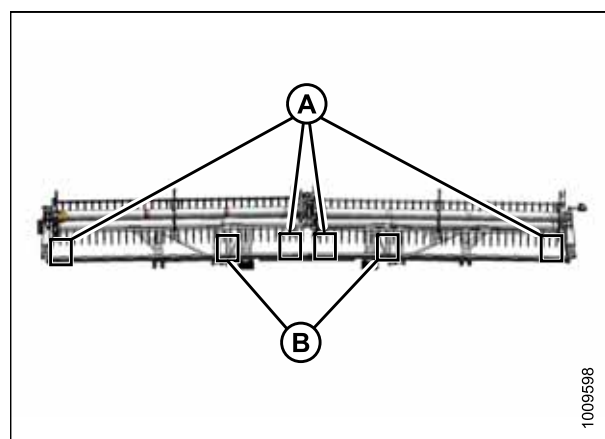

Abbildung 5.218: Messstellen
8. An den Seitenenden jeder Haspel (A) und an den Knickpunkten den Abstand (X) zwischen den Punkten (C) und (D) messen. (Die Messpunkte sind in Abbildung 5.218, Seite 451 zusammengefasst.)